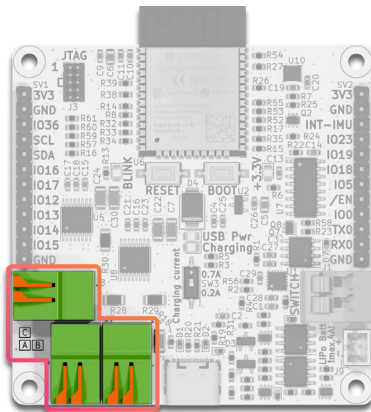

Abbildung 12: Motoranschlüsse
In Abbildung 12 siehst du, wo die Motoranschlüsse zu finden sind. Daran können insgesamt drei bürstenbehaftete Gleichstrommotoren (DC) angeschlossen werden (nicht im Lieferumfang enthalten). Die Anschlüsse sind mit A, B und C benannt.